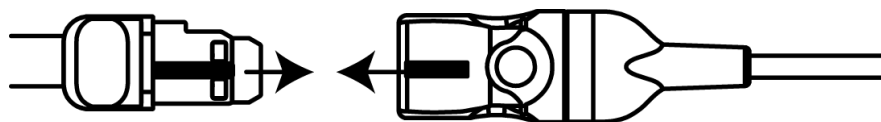

图 12-13 将传感器连接至前置缆线
- 3 将传感器接头置于传感器缆线接头前面，并与每个接头上的标记对齐（图 12-13）。